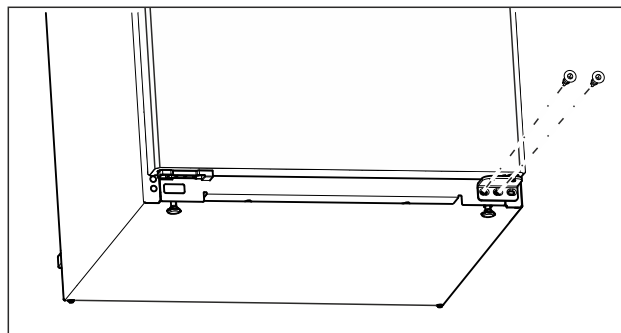

Fig. 6
- Skru ut den midtre skruen med skrutrekkeren Torx 20 på den nedre lagerbukken. (se Fig. 6)
- ▶ Skru ut den innvendige skruen med skrutrekkeren Torx 20 på den nedre lagerbukken. (se Fig. 6)